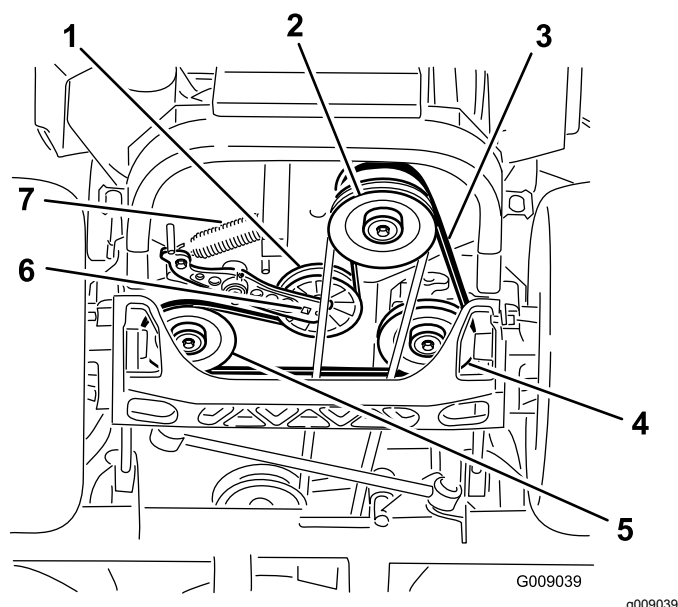

Figura 97
4. Levante la máquina y apóyela sobre gatos fijos (Figura 97).
5. Utilice una llave de carraca en el taladro cuadrado del brazo tensor para retirar el muelle tensor (Figura 97).
6. Desenganche el muelle de la polea tensora del bastidor (Figura 97).
9. Utilizando la llave de carraca en el taladro cuadrado del brazo tensor, instale el muelle tensor en el bastidor (Figura 97).